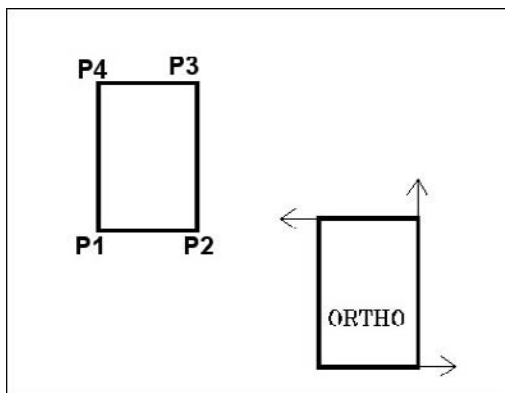

Fig.4.14
- 6 Spécifier le point suivant : taper C pour clore le contour ou appuyer sur Entrée si le contour ne doit pas être fermé (fig. 4.14).